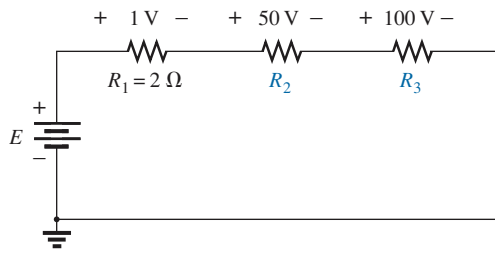

FIG. A4.109
- 25. Determine los valores de los resistores desconocidos en la figura A4.109 utilizando únicamente los niveles de voltaje proporcionados. ¡No calcule la corriente!